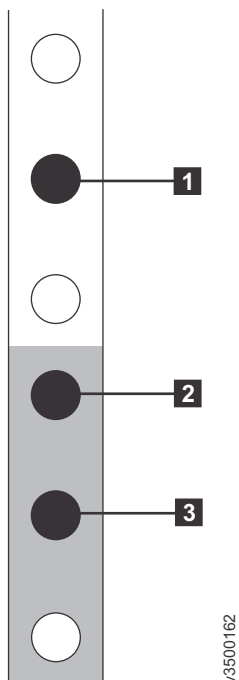

Figura 37. Localizações dos Orifícios na Parte Frontal do Rack
4. Trabalhando na frente do gabinete do rack, identifique as duas unidades do rack padrão (2U) de espaço no rack em que você deseja instalar os trilhos de suporte. A Figura 37 na página 34 mostra duas unidades do rack com os orifícios de montagem frontais identificados.